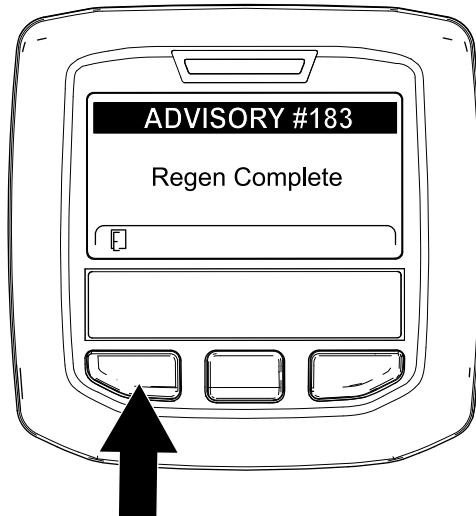

Figure 71
9. Quand le calculateur moteur achève une régénération en stationnement ou d'urgence, l'InfoCenter affiche ADVISORY #183 (avis n° 183) (Figure 71). Appuyez sur le bouton gauche pour quitter l'écran d'accueil.
Remarque: Si la régénération échoue, l'InfoCenter affiche Advisory #184 (avis n° 184) (Figure 71). Appuyez sur le bouton gauche pour quitter l'écran d'accueil.